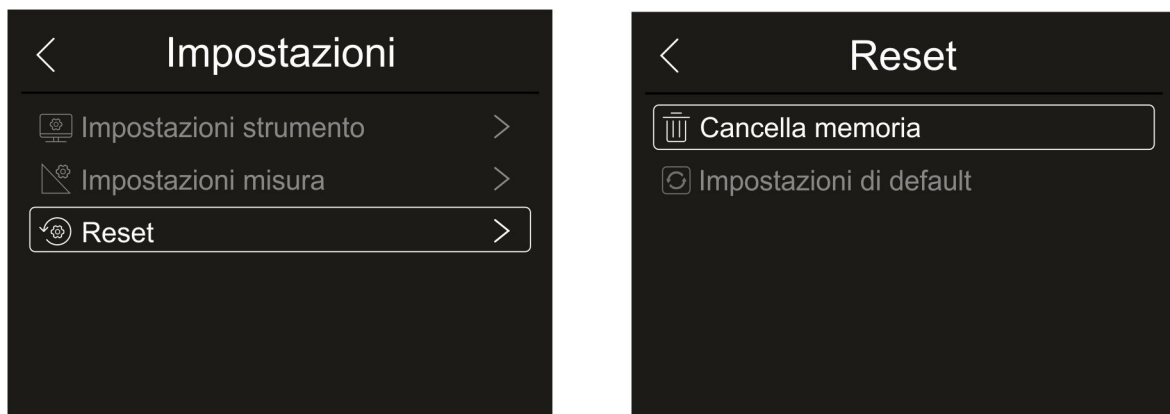

Fig. 28: Menu Reset dello strumento
1. Toccare la voce "Reset". La videata di Fig. 28 – parte destra è mostrata a display. Toccare la voce "Cancella memoria". La seguente videata di conferma è mostrata: